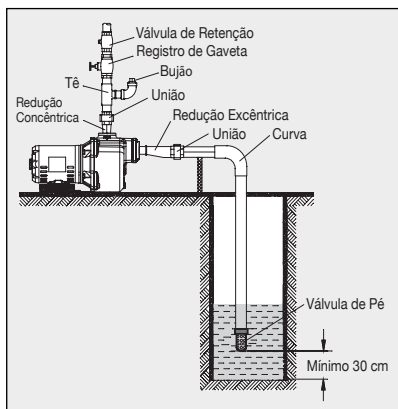

Figura 18 - Esquema de instalação BCA-40
7. Recomendações específicas adicionais para as Bombas Autoaspirantes BCA-40 (rotor semi-aberto, Figura 18):